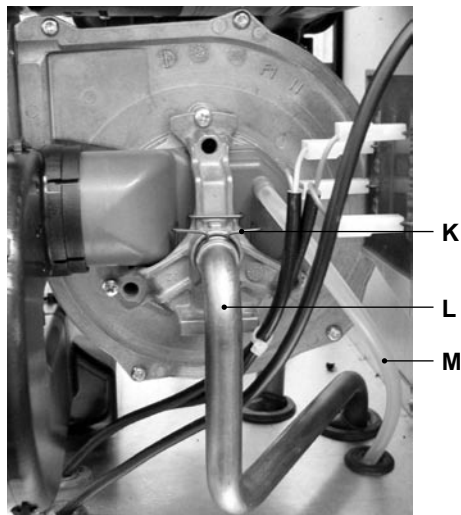

Figura 9.11
- Scollegare il tubo in silicone M (Figura 9.11).
- Togliere la forcina K ed estrarre il tubo del gas L (Figura 9.11).